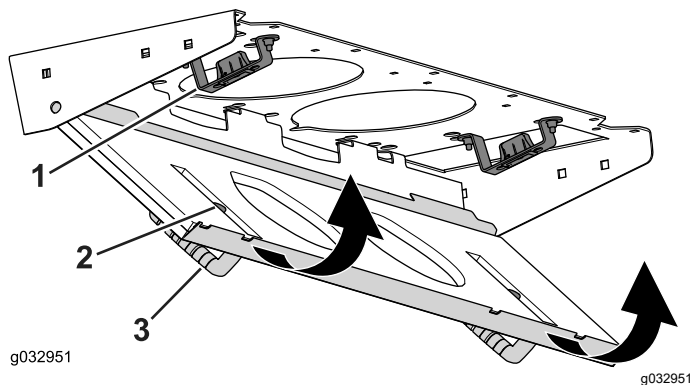

Bild 90
4. Drehen Sie den Filterschirm um die Laschen, bis der Riegel in die Riegelhalterung (Bild 90) einrastet.